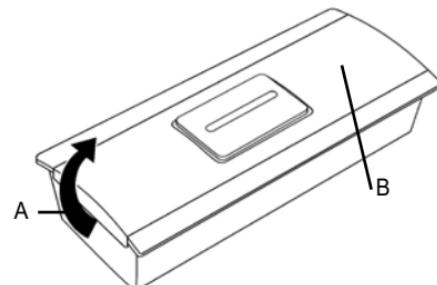

Abbildung 1: Ruftaster
- c) Nun können Sie die kleine Schraube (Position: Abb. 1 B) mit einem kleinen Kreuzschlitz-Schraubendreher öffnen und die Vorderseite des Ruftasters, hinter der sich die Platine mit der Batterie befindet, abnehmen.
- g) Schrauben Sie die kleine Schraube (Position: Abb. 1 B) mit einem kleinen Kreuzschlitz-Schraubendreher vorsichtig ein.